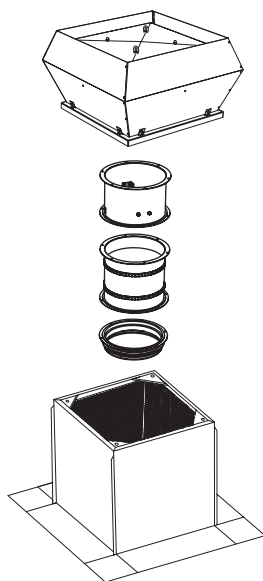

Figura 5.5.23 Montaggio e installazione con accessori
- Il ventilatore può essere installato sull'apposito supporto con l'ausilio di eventuali accessori, quali: serrande di non ritorno, raccordi antivibranti, flange di connessione. Il montaggio deve essere effettuato esattamente come indicato nella *Figura 5.5.23*.